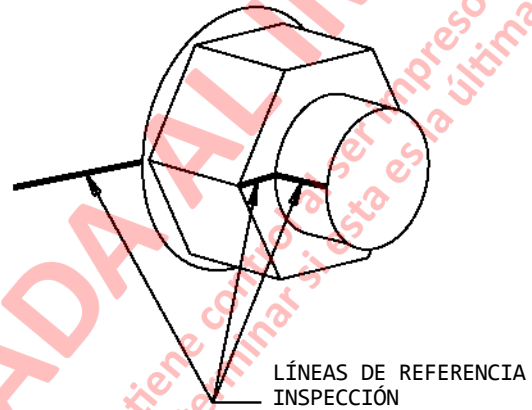

FIGURA 2-8. COMO HACER LINEAS DE REFERENCIA
20. Haga nuevas ductos de referencia junto al perno, tuerca y bastidor en la parte posterior de la junta como se muestra en la Figura 2-8. Para los cuatro pernos con espaciadores, consulte la Figura 2-10. Estos ductos de referencia se usarán para verificar que los pernos hayan mantenido su torque.
Si los ductos de referencia en los accesorios (Figura 2-8 y Figura 2-10) han permanecido alineadas, los camiones pueden permanecer en uso.